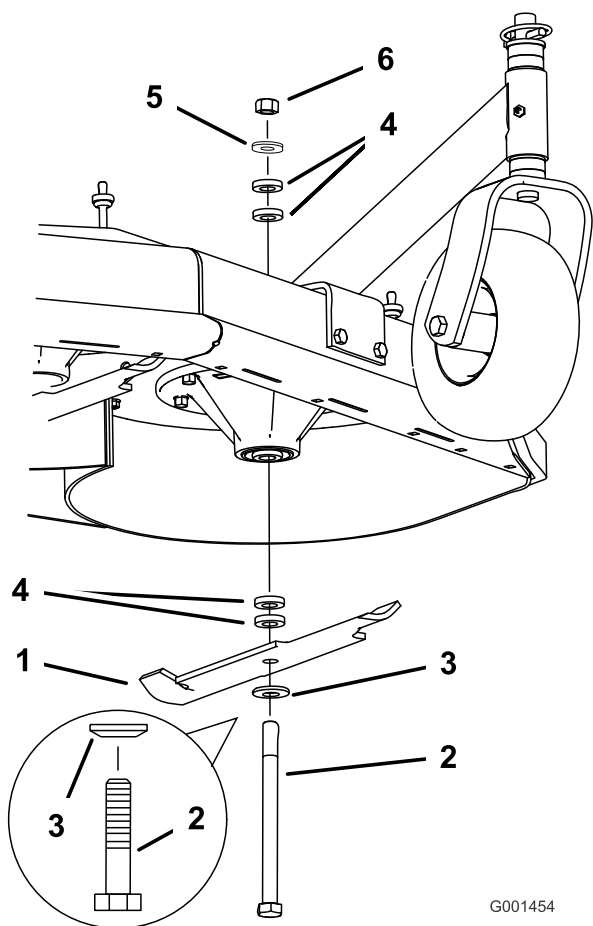

Figura 15
3. Tenete fermo il bullone della lama e staccate il dado. Fate scivolare il bullone verso il basso lungo il fusello e cambiate i distanziali come desiderato (Figura 15).
- Montate il bullone, la rondella concava, la lama, aggiungete distanziali extra e fissate gli elementi con una rondella sottile e un dado (Figura 15).